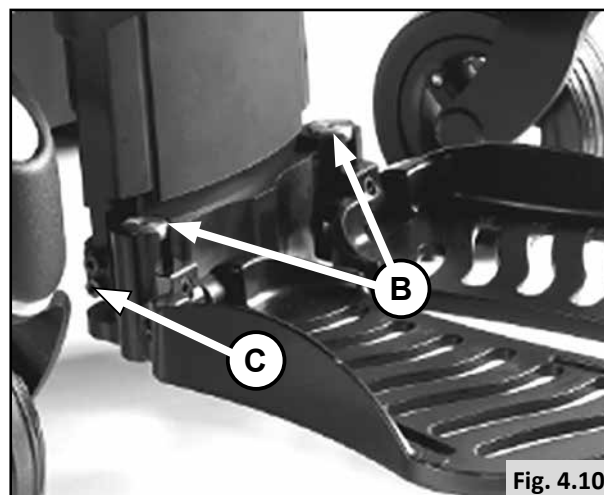

Fig. 4.10
4.4.1 Pré-ajustar o comprimento inferior da perna (Fig. 4.10):
- Desaperte os parafusos e remova-os (2x do fundo) de ambos os lados das placas para os pés. (C).
- Aperte os parafusos (2x do fundo). (C).
- Desapertando os 4 parafusos (A)
- Rode o parafuso B (Fig. 4.10) para ajustar a altura da placa para os pés.
- Aperte os 4 parafusos (A)